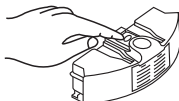

Рис. 3
2. Нажмите на красную кнопку на контейнере, вентилятор автоматически освободится. (См. рис. 3)